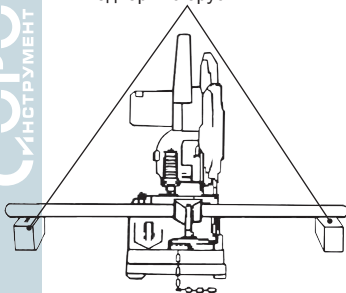

Рисунок 7
1. Длинные предметы должны быть оперты по обоим концам на бруски (рис. 7) из несгораемого материала соответственной высоты. Для включения пилы следует нажать блокирующую кнопку. После этого можно нажать кнопку выключателя. Чтобы выключить пилы, следует освободить кнопку выключателя.